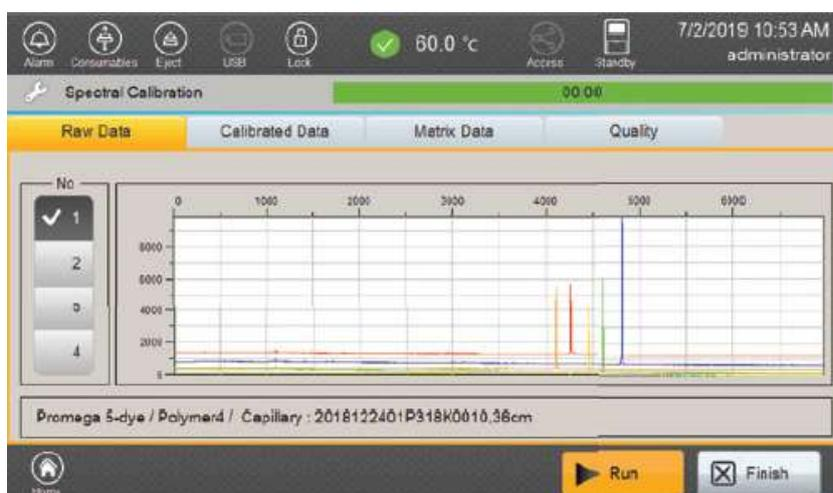

図 53 Spectral calibration “Raw Data” tab 画面
- Raw Data タブ (図 53) を選び、それぞれのキャピラリーの **raw data** を確認します。画面左のリストから確認したいキャピラリーを選択します。アルゴリズムによって、考慮される蛍光標識フラグメントの最小ピークは、500 Relative Fluorescence Units (RFU) です。この値以下のピークを持ったキャピラリーは **spectral calibration** が失敗となります。また、ピークがサチュレーションしていないことを確認してください。(raw data の最大 RFU 値は、32767RFU です) もしサチュレーションを起こしている場合、**spectral calibration standards** を希釈してください。